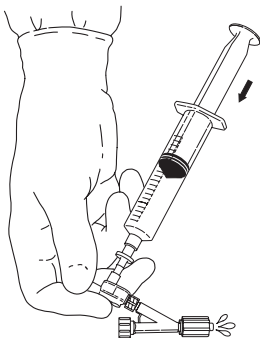

Fig. 3
5. Töm ut återstående luft genom att placera tummen över injektionsporten. Spola långsamt ut de återstående luftbubblorna ur dubbelspärventilen och Tuohy-Borst-adaptorn. (Fig. 3)